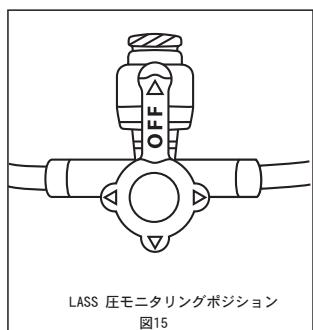
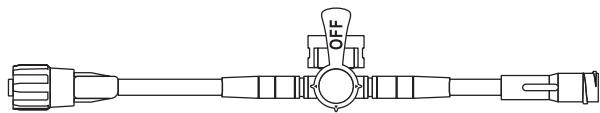

图15 LASS 圧モニタリングポジション
图16 プラネクタ 圧モニタリングポジション
- (11) 医療機関の規定に従って輸液バッグを加圧します。流量はフラッシュ装置に加わる圧力によって変化します。輸液バッグを300mmHgまで加圧した場合、流量は $3\pm1\text{mL/hr}$ です。
- (12) あらかじめ輸液で満たしたカテーテルに、オスルアーロックコネクタ付キットの患者側末端をしっかりと接続します。
- (13) 前述の「I. フロートラック センサー キット」の「2. ゼロバランス調整および校正」を参考として、センサ本体と必要に応じて圧トランスデューサのゼロバランス調整および校正を行ってください。
- (14) また、ダイナミックレスポンステストおよび定期的保守についても、前述の「I. フロートラック センサー キット」の当該手順を参考としてください。
** 注意：センサのゼロバランス調整と校正を行う前にLASS/活栓付きプラネクタのハンドルを圧モニタリングポジションにします（図15）（図16）。
** 注意：LASS/活栓付きプラネクタのハンドルを圧モニタリングポジション（図15）（図16）にしない場合、圧力信号のダイナミックレスポンスに悪影響を及ぼします。
(5) 必要量の血液をシリジの中に引きます。
** (6) LASSのハンドルを圧モニタリングポジション（図15）にします。
** (5) LASS/活栓付きプラネクタのハンドルを圧モニタリングポジションに戻します（図15）（図16）。
**** 注意：**LASS/活栓付きプラネクタのハンドルを圧モニタリングポジション（図15）（図16）にしない場合、圧力信号のダイナミックレスポンスに悪影響を及ぼします。
** (6) 医療機関の規定に従い、LASS/プラネクタをアルコールを含む消毒液で拭き、血液を完全に除去します。